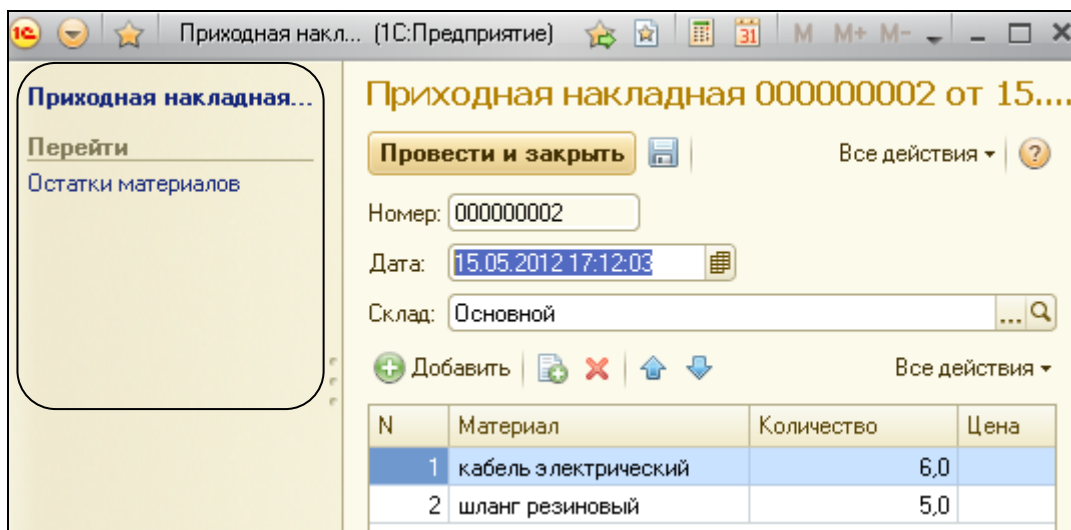

Рисунок 3.9 Переход к регистру **Остатки материалов** в панели навигации
3. Обновить базу данных и запустить пользовательский режим. Открыть документ **Приходная накладная № 2**. В панели навигации отображается приходная накладная с управляющим меню (рис. 3.9).